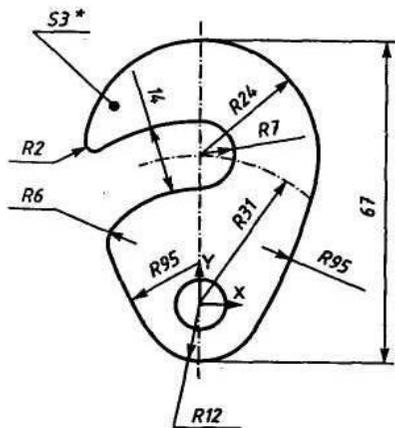
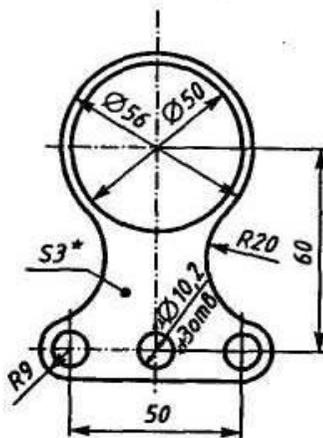

Рис. 61
Рис. 62
**ЗАДАНИЕ.** Построить детали крюка рис. 61 и подвески рис. 62 по заданным размерам с использованием сопряжений и примера, рассмотренного в упражнении 1.